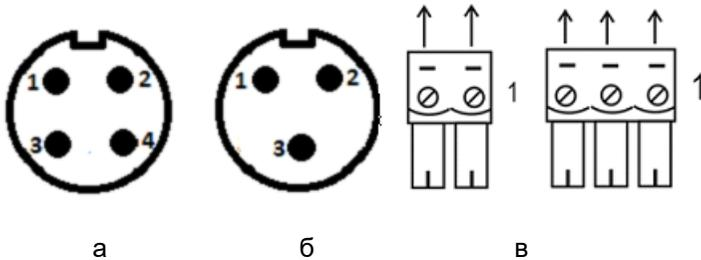

Рис. 11. Цоколевка кабельной части разъемов X9 – X12 (а) и X13 – X16 (б) ИП, вид со стороны распайки, цоколевка клеммников (2-х и 3-х контактных)
2.1.2.6. Для подключения ИП используйте разъемы X9 – X16, а также клеммники X1.2 – X8.2 в блоке КС и X1.2, X2.2 в каждом ИП. Цоколевка кабельной части разъемов X9 – X12 приведена на рис. 11а. Цоколевка кабельной части разъемов X13 – X16 приведена на рис. 11б. Цоколевка клеммников приведена на рис. 11в.